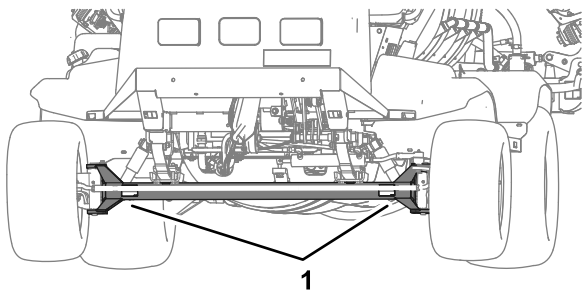
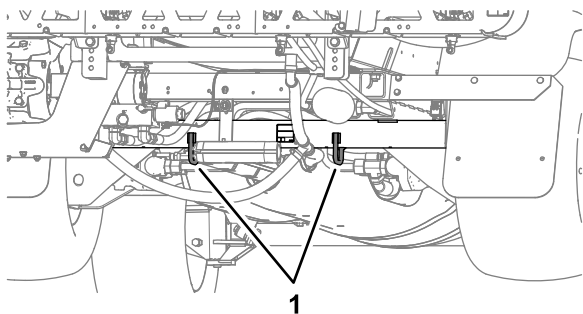

图 46
图 47
- 将机器牢固地栓系在运输车辆上; 图 46 和图 47 显示了机器的栓系点位置。